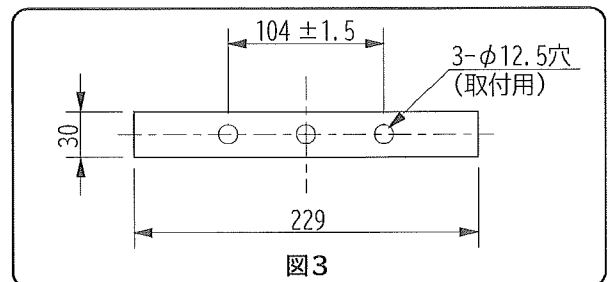

図3
1. 投光器のアームには図3のように取付穴(φ12.5)が設けてありますので適用ボルトM10で緩みのないように確実に締付けてください。(締付推奨トルク17~24N・m)